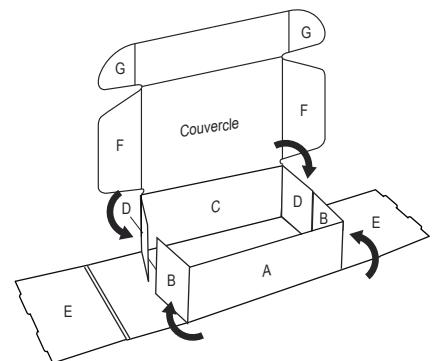
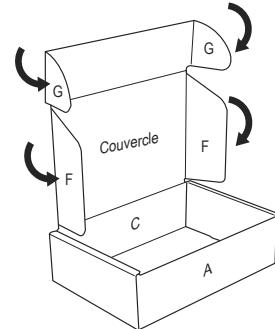

Figure 5
Figure 6
4. Pliez les rabats F vers l'intérieur (Voir Figure 5) de manière à ce qu'ils s'insèrent dans la boîte pendant sa fermeture. (Voir Figure 6)
5. Pliez les rabats de la fermeture avant G vers l'intérieur (Voir Figure 5) et insérez-les dans les fentes à l'avant de la boîte pour sécuriser la fermeture. (Voir Figure 7)